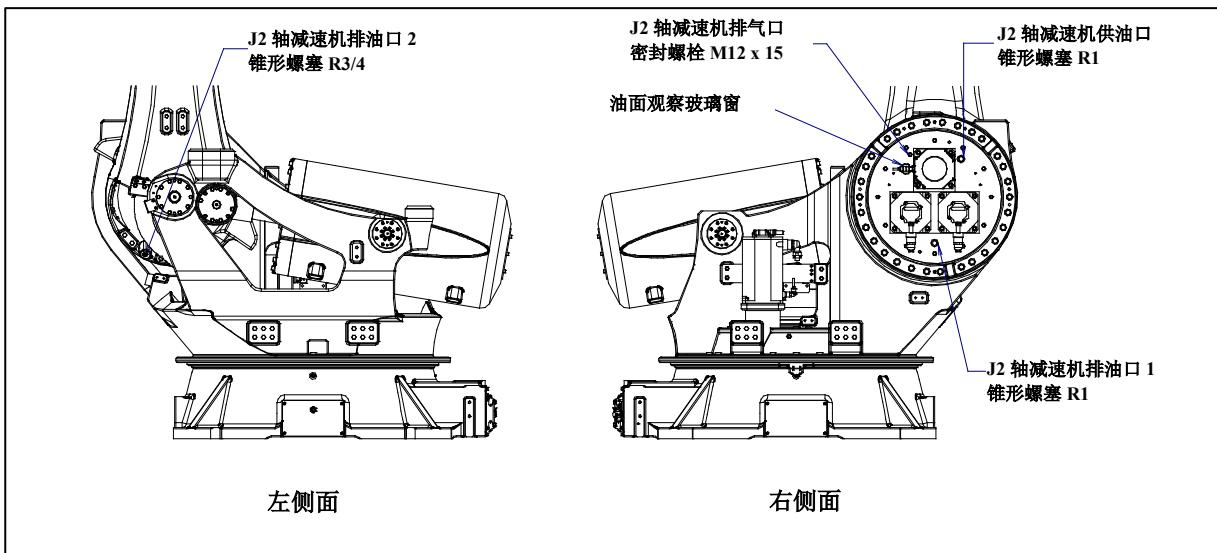

图 7.3.5 (a) J2 轴减速机的润滑油的更换
- 4 拆下排气口的密封螺栓和排油口 1, 2 的锥形螺塞，排出润滑油。（图 7.3.5 (a),）